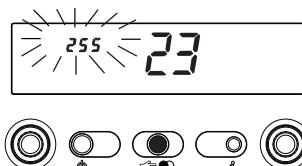

Fig. 77
- **R.A.I.-MIX R.S.I.:** vire o seleccionador de temperatura da água do circuito sanitário até o valor lido no display atingir 255 (fig. 77)